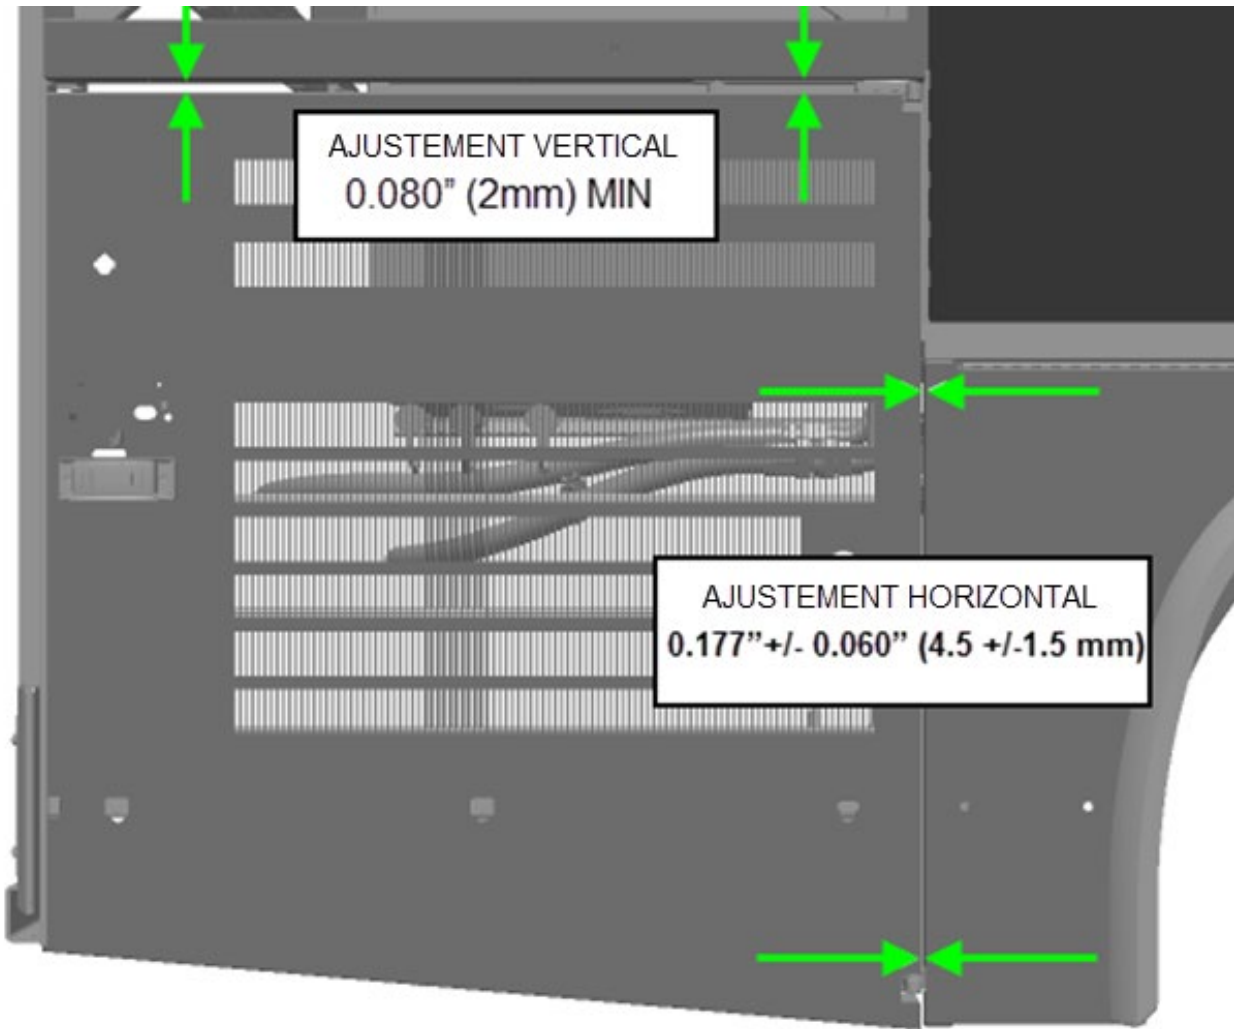

FIGURE 25: JEU HORIZONTAL ET VERTICAL
17. Enlever le support de porte installé à l'étape 2. Ouvrir et fermer la porte à plusieurs reprises pour confirmer son bon fonctionnement. Vérifier l'ajustement du haut de la porte et du côté. Il devrait y avoir un jeu uniforme parallèle d'au moins 0.080 po (2mm) en haut de la porte et un jeu de 0.177 po +/- 0.060 po (4.5 +/-1.5 mm) entre la porte et l'aille arrière du véhicule (Figure 25).